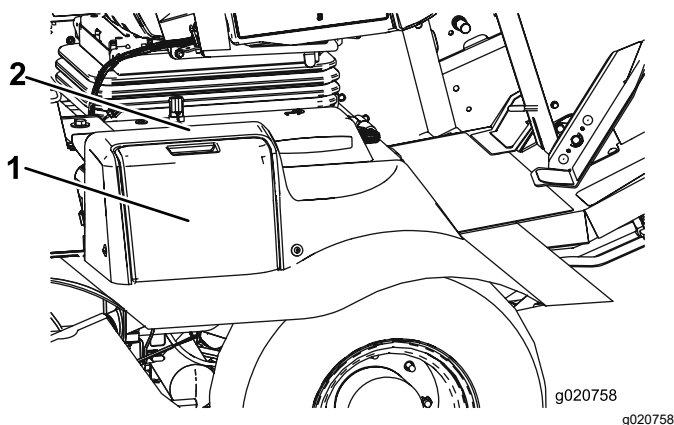

Figura 94
1. Aprite il coperchio della batteria sul lato della copertura (Figura 94).
Nota: Premete sulla superficie piatta sopra il coperchio della batteria per facilitare la rimozione del coperchio (Figura 94).